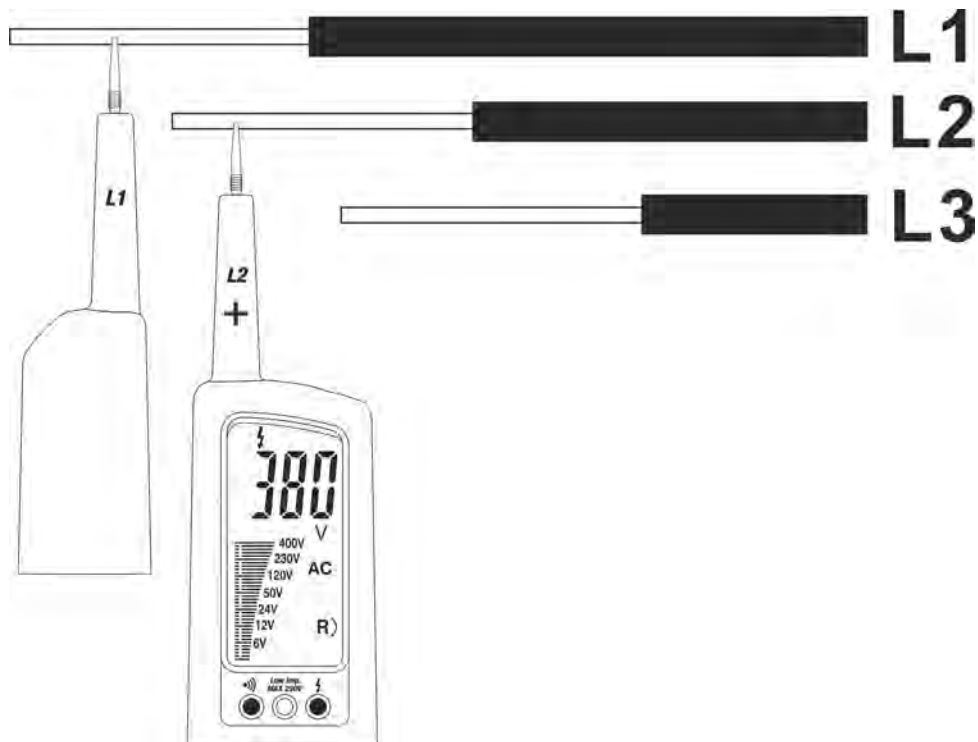

Fig. 6: Teste da sequência das fases
2. Conectar a ponteira **L1** à fase 1 e a ponteira **L2** à fase 2 do sistema trifásico em teste (ver Fig. 6). A medição **só efetuada quando as ponteiros estão em contacto com os condutores ativos**